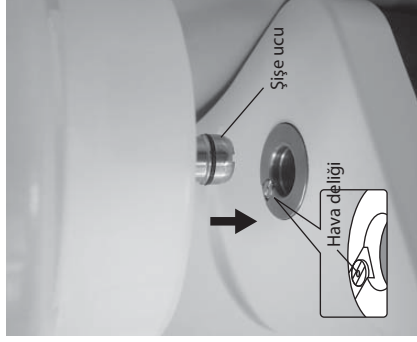

Fig.3
- 3) VA Şişesinin kapağını geri kapatıp hava deliğinin temiz olmasına dikkat ederek şişe ucunu şişe ucu bağlantı yuvasına iterek oturmasını sağlayınız. (Fig. 3)